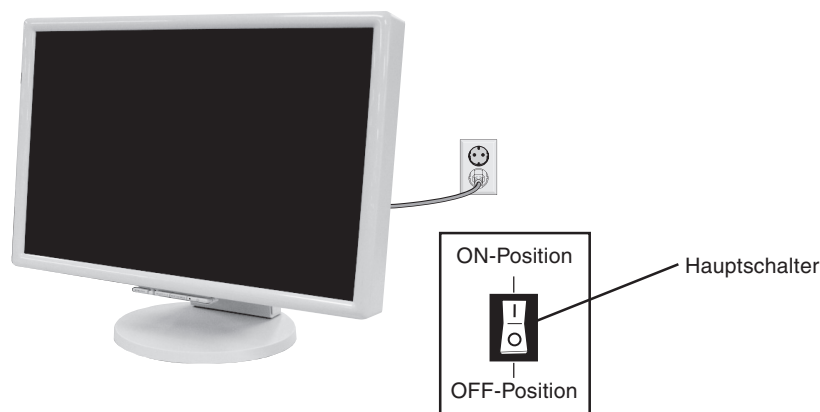

Abbildung D.1
12. Schließen Sie das Netzkabel an die Steckdose an (**Abbildung D.1**).
13. Der Hauptschalter auf der Rückseite des Monitors muss eingeschaltet sein (**Abbildung D.1**). Schalten Sie den Monitor mit dem Netzschalter auf der Vorderseite ein, und schalten Sie den Computer ebenfalls ein.